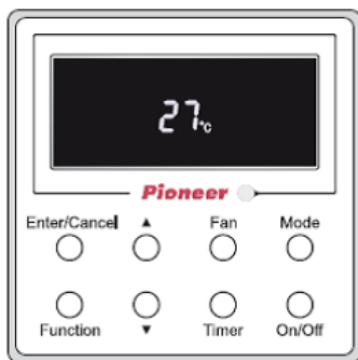

Рис.4 Вид “Выключено”
- ① На рис. 4 изображен дисплей в состоянии оборудования «выкл.».